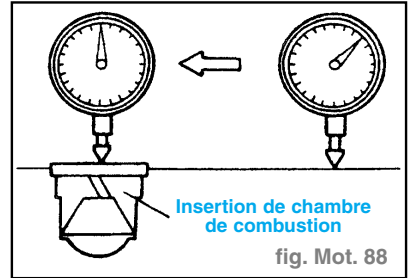

fig. Mot. 88
- Mesurer le retrait ou la saillie entre l'insertion de chambre de combustion et la surface de culasse. (fig. Mot. 88)